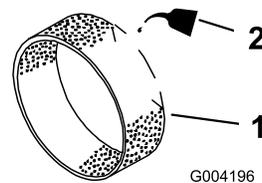

図 15
3. 乾いたらエンジン・オイルを 60 ccほど含ませる(図 15)。